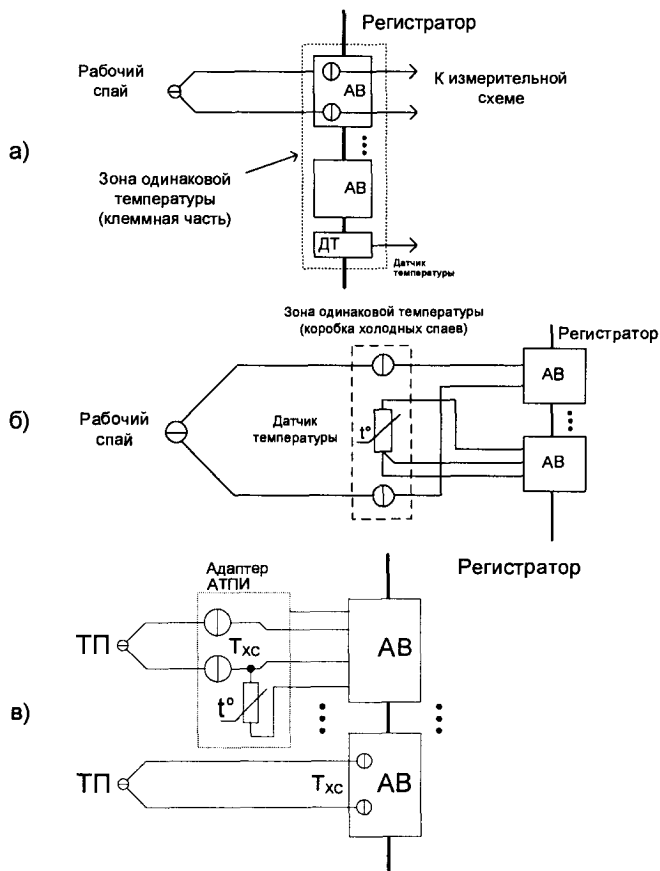

Рисунок 2.11 Компенсация значения температуры ХС:
пенсация  $T_{xc}$  осуществляется программно, вычитанием термо-ЭДС холодного спая из сигнала термопары (см. рисунок 2.11);
- АВ1...АВ20, МВ1...МВ32 – измерение  $T_{xc}$  одним из каналов регистратора. Указывается один из каналов, к которому подключен внешний измеритель  $T_{xc}$  (например ТС). См. рисунок 2.11.